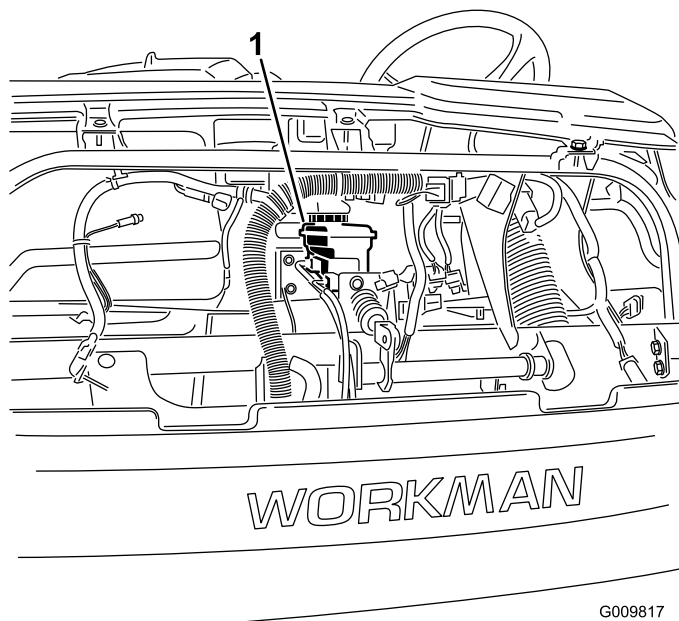

Рисунок 24
**Примечание:** Для доступа к резервуару с передней стороны машины можно снять капот (Рисунок 24).